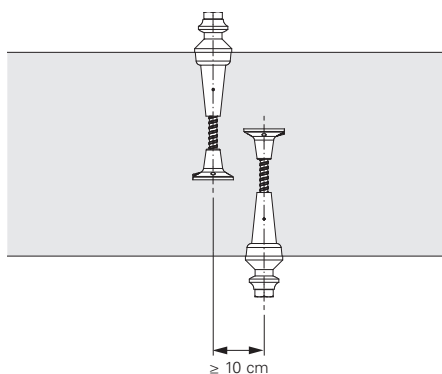

Fig. B1.02
- Quando  $h_1 + h_2 < d$ , as ancoragens têm que estar desfasadas horizontalmente ou verticalmente. (Fig. B1.02 + B1.03)